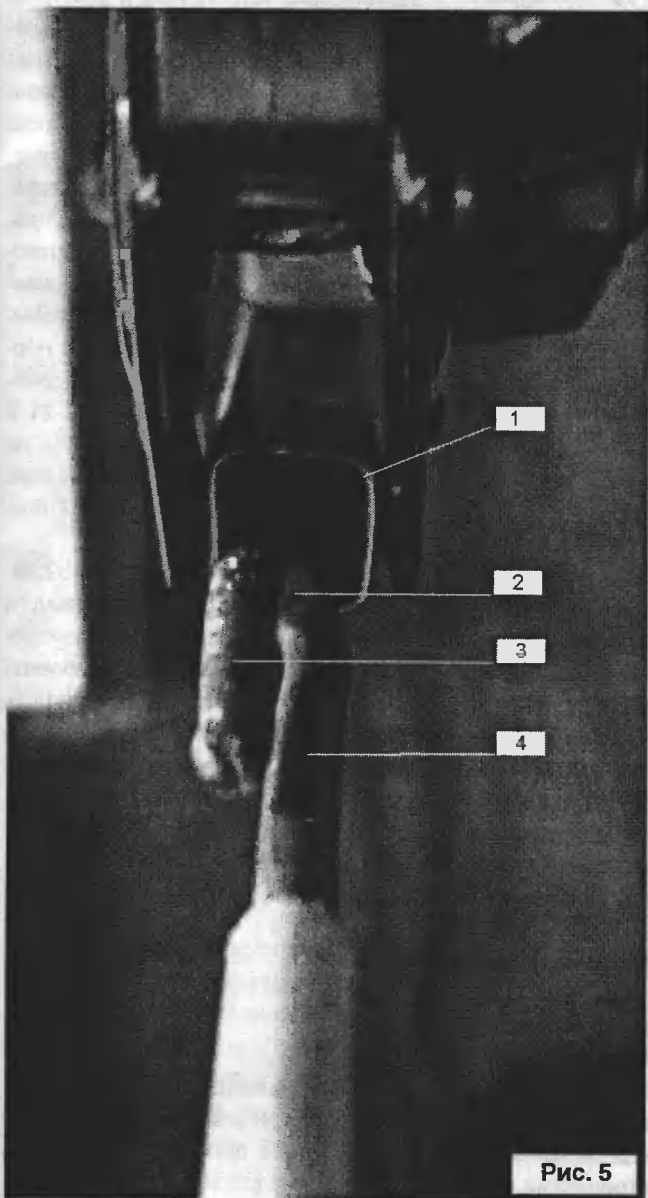

Рис. 5
в виде буквы U (U-образный изгиб), как показано на рис. 5.
На рис. 5 виден торец нижней трубки лампы (1), сечение трубки представляет собой квадрат, по диагонали которого вставляется проволока с U-образным изгибом (2), имеющим верхнюю короткую ветвь (3) и нижнюю длинную ветвь (4).